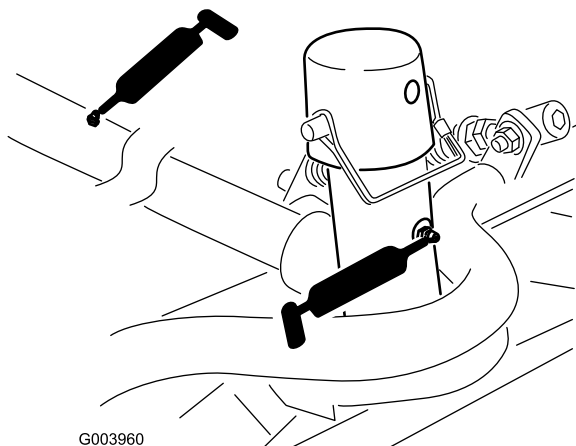

図 54
- ・ カuttingユニットのキャリアフレームとピボット (各2) (図 54)